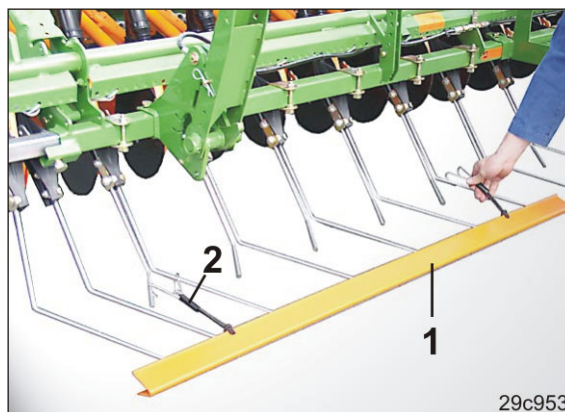

Рис. 204
1. Наденьте двухсекционную транспортную защитную накладку (Рис. 204/1) на кончики зубьев выравнивателя типа «Ехакт».
2. Закрепите транспортную защитную накладку на выравнивателе пружинными держателями (Рис. 204/2).